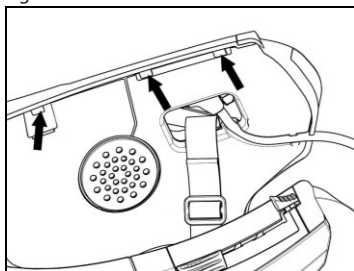

Fig. 15
- Volver a poner la protección plástica de la almohadilla, colocándola detrás de los dos ganchos de cierre (Fig. 15).